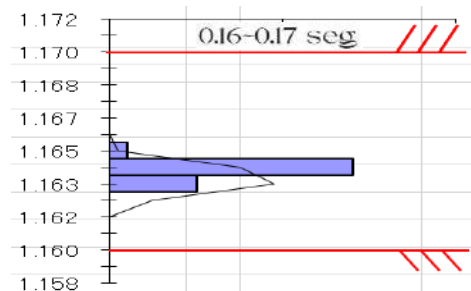

Fig. 22
1.2. Como resultado del análisis se encontró que la apertura y cierre del clamp están dentro de especificación. (Fig. 22)